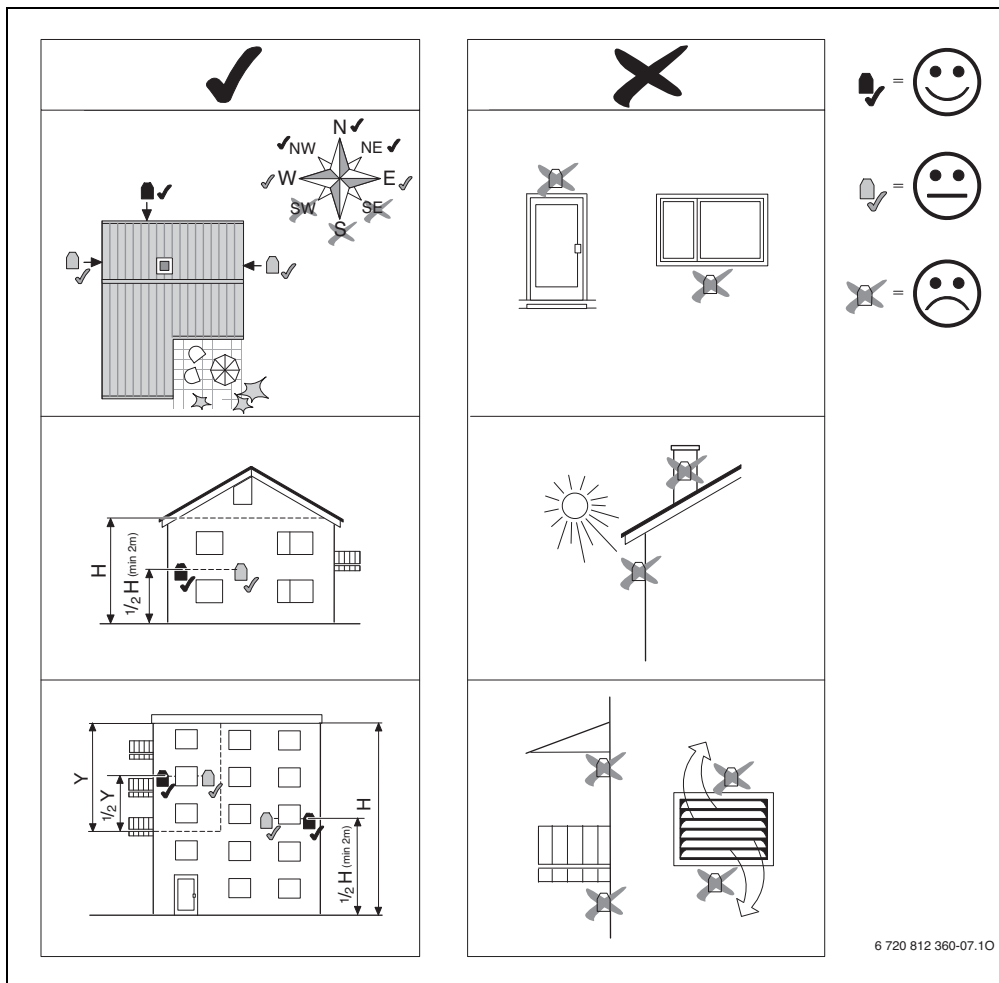

Рис. 12 Место установки датчика наружной температуры (при регулировании по наружной температуре с учётом или без учёта комнатной температуры)
- ▶ Учитывайте показанные на рис. 12 точки при выборе правильного места установки датчика наружной температуры.